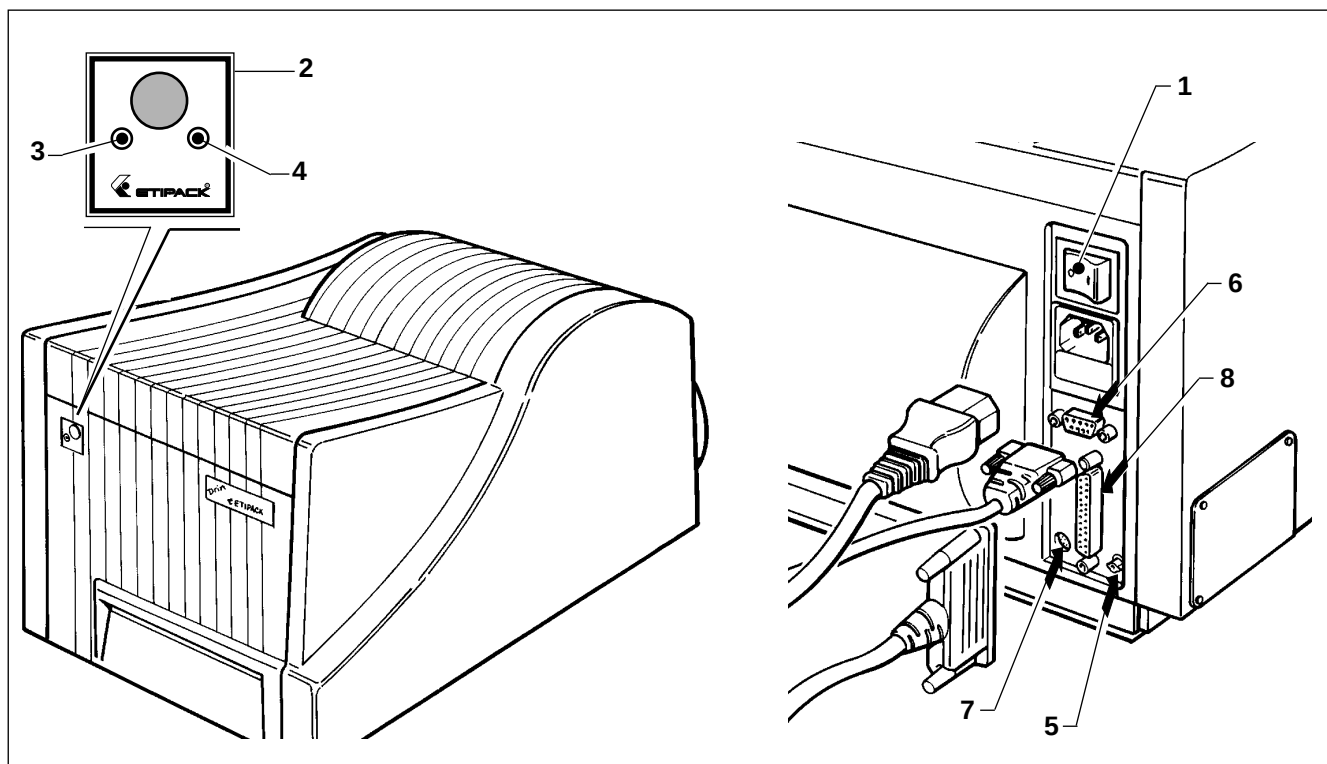

Fig. 5 COLLEGAMENTO STAMPANTE / PANNELLO COMANDI
1.6.b Collegamento elettrico (Fig. 5)
- Controllare che l'interruttore (1) della stampante sia in posizione "0" OFF.
- Inserire l'apposito cavo (2) in dotazione nella presa (3) della stampante, quindi l'altra estremità ad una presa di corrente.
1.6.c Collegamento al P.C. (Fig. 5)
- Collegare la stampante al Computer utilizzando l'apposito cavo (9) di comunicazione in dotazione ad una delle prese seriali.
1.6.B Electrical connection (Fig. 5)
- Check if the printer main switch (1) is in the OFF position, "O".
- Plug the relevant connecting cable (2), supplied with the machine, into the printer interface (3), and then plug the other end of the same cable into an electric socket.
1.6.c PC connection (Fig. 5)
- For printer connection to the PC, use the relevant connecting cable (9) supplied with the machine, and plug it into one of the serial ports.
1.7 PANNELLO COMANDI (Fig. 5)
- **PULSANTE 0/I (1)**
1.7 CONTROL PANEL (Fig. 5)
- **PUSH-BUTTON 0/I (1)**